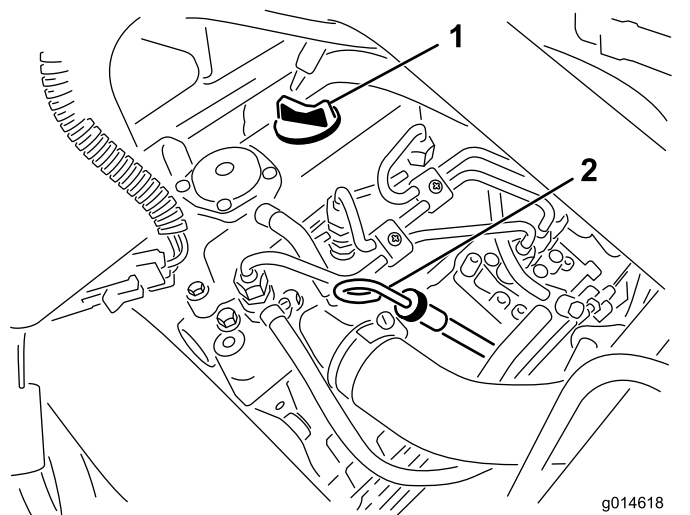

Рисунок 30
- Выньте масломерный щуп и протрите его чистой ветошью (Рисунок 30).